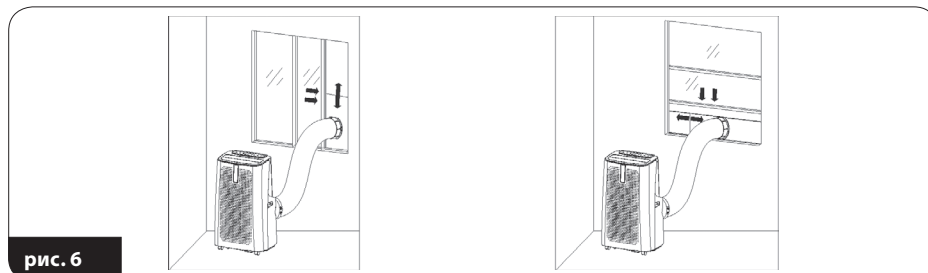

рис. 6
- ▶ защелкните плоский конец соединителя (20) воздуховода, отводящего теплый воздух, в эллиптической отверстии (рис. 6)